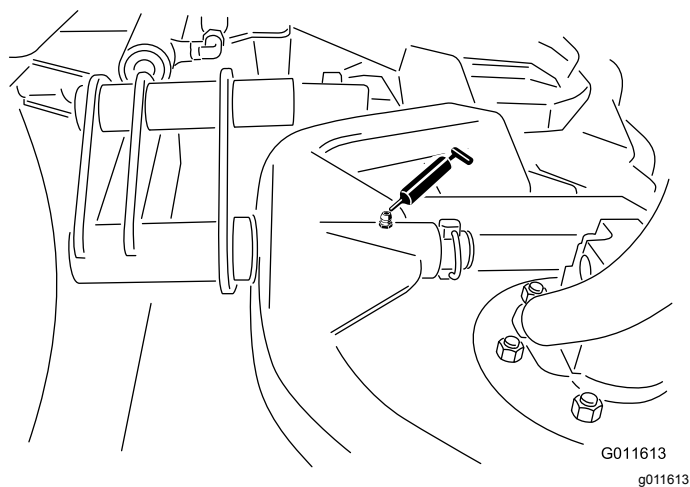

Figure 49
- Pivot de bâti porteur de plateau de coupe (x 1) (Figure 49)